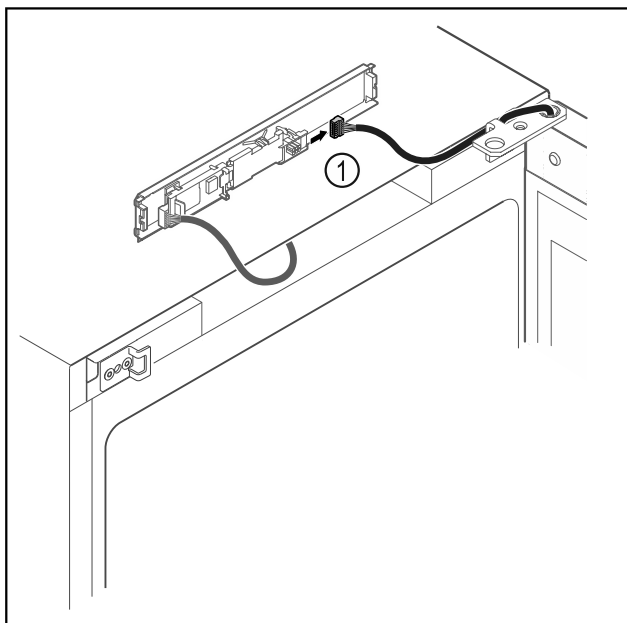

Fig. 18
- ▶ Wtyczkę Fig. 18 (1) należy odłączyć od płytki drukowanej.